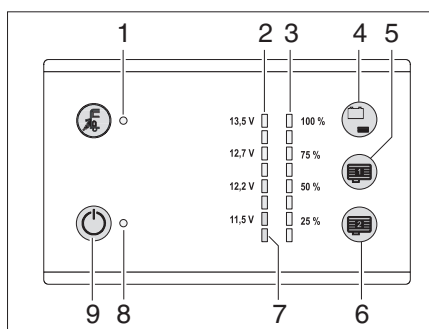

Bild 94 Panel LT 101 / LT 102
Nivån i vattentanken kan avläsas med sensorknappfältet (Bild 94,4).
- Berör sensorknappfältet (Bild 94,4): Nivån i vattentanken visas i fyra steg med lysdioderna (Bild 94,3) (25 % till 100 %).
Nivåerna i de inre liggande avloppstankarna (extrautrustning) kan avläsas med sensorknappfälten (Bild 94,5 och 6).
- Berör sensorknappfältet (Bild 94,5 eller 6): Nivån i den motsvarande tanken visas i fyra steg med lysdioderna (Bild 94,3) (25 % till 100 %).
Den röda varnings LED (Bild 94,7) blinkar när spänningen i bodelsbatteriet endast är 11 V (mätning under pågående drift) och risk för djupurladdning föreligger.
Med sensorknappfältet (Bild 94,4) kan bodelsbatteriets laddningsnivå avläsas.
- Berör sensorknappfältet (Bild 94,4): Bodelens batteriladdningsnivå visas.
Med huvudbrytaren 12 V (Bild 94,9) kopplas panelen och bodelens 12 V-försörjning till eller från.
- Berör sensorknappfältet (Bild 94,9): 12 V-försörjningen för bodelen är påslagen. Kontrollampan (Bild 94,8) lyser grönt.
- Berör sensorknappfältet (Bild 94,9) igen: 12 V-försörjningen för bodelen är avstängd. 12 V-kontrollampan (Bild 94,8) slocknar.
- ▷ Om varnings LED:en för djupurladdning (Bild 94,9) blinkar kan försörjningen inte slås på, eftersom batterispänningen är för låg.